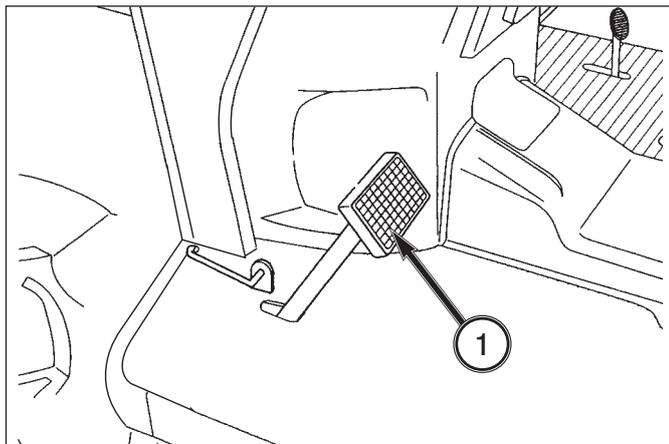

FIG. 4-13
FIG. 4-13: La pédale (1) débraye la transmission quand elle est complètement enfoncée, ce qui permet de démarrer le moteur, de changer les rapports et d'arrêter le déplacement du tracteur. Pour embrayer la traction intégrale, il faut aussi enfoncer la pédale d'embrayage. Relâchez lentement la pédale pour embrayer et démarrer le tracteur dans le rapport choisi.